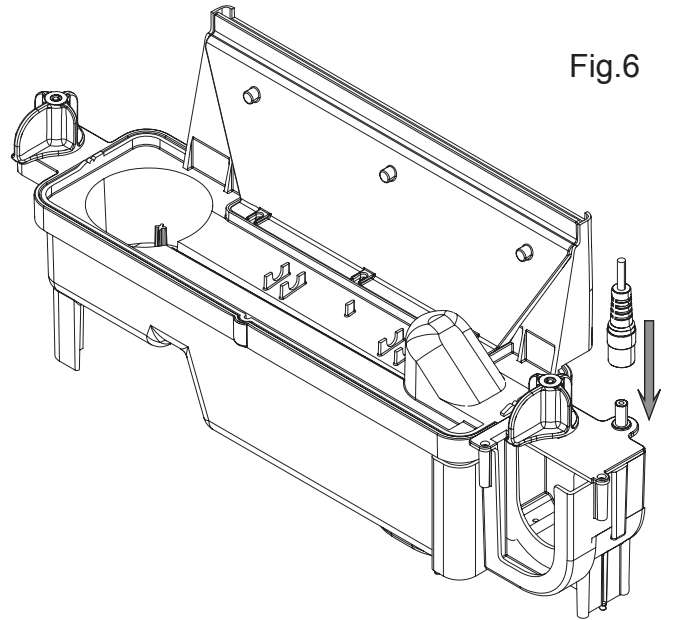

Fig.6
4. Scollegare il connettore elettrico, situato sul lato posteriore della vasca di raccolta (vedere Fig. 6).
5. Sbloccare le alette di bloccaggio della vasca di raccolta sulla destra eseguendo una rotazione a 90°, in questo modo la vasca può essere completamente sollevata dalla sua posizione (vedere Fig. 6).